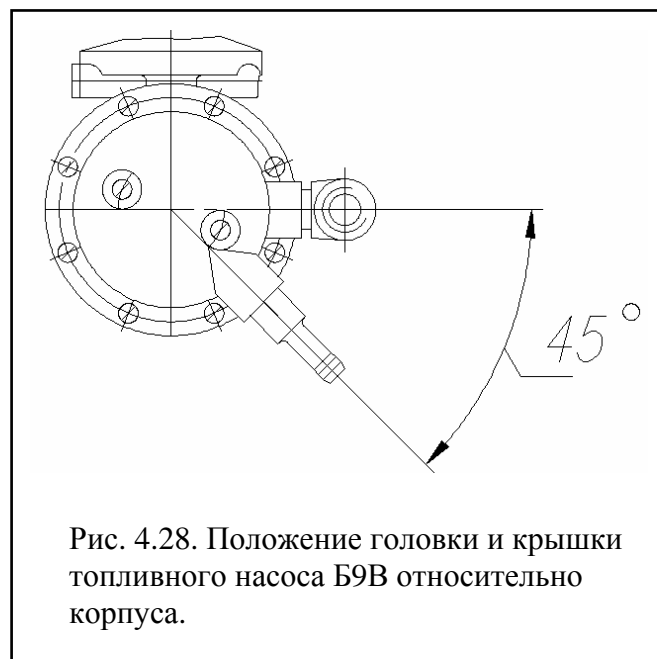

Рис. 4.28. Положение головки и крышки топливного насоса Б9В относительно корпуса.
- наживите винты 47 (рис. 4.28) крепления крышки ускорительного насоса, нажмите на рычаг привода 23 до упора, заверните винты и отпустите рычаг;